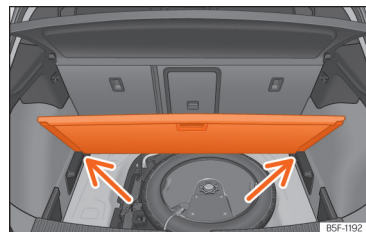

Fig. 183 Piso variável da bagageira: posição inclinada.
- Apoie o piso sobre os alojamentos previstos para o efeito »» Fig. 183 (setas).